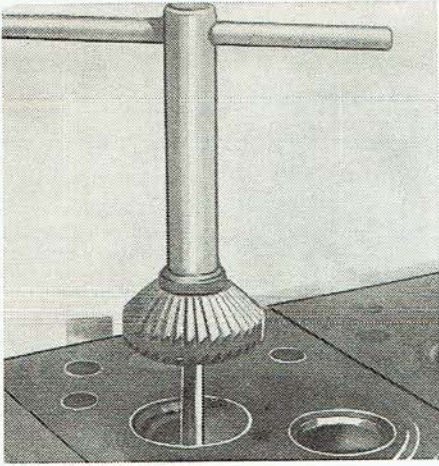

Abb. 45
4. Ungerade Ventilsitze im Zylinderkopf sind mit Hilfe eines Handfräasers zu reparieren (Abb. 45, 46).